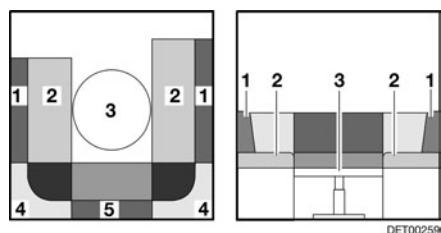

Fig. 82 Pendant la transformation
- Retirer les coussins de dossier (Fig. 82,1, 4 et 5).
- Placer le coussin supplémentaire (Fig. 83,6) entre les coussins d'assise (Fig. 83,2) sur la table (Fig. 82,3).